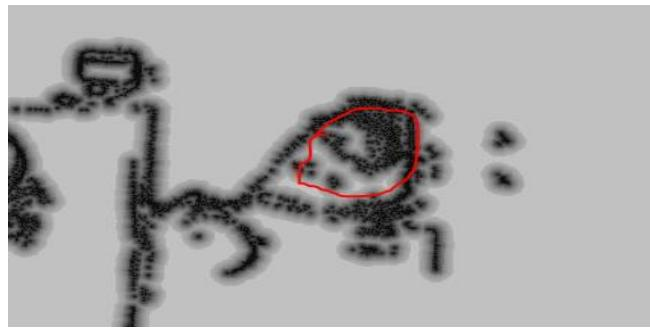

Fig3 包含杂点地图
a) 检查地图中是否有明显的杂点，见图 3，对于这种轮廓里面的杂点需要擦除；